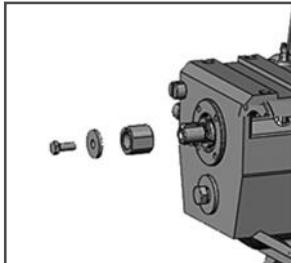

Рис. 3 Демонтаж защитной прокладки
- Снять защитную прокладку вала отбора мощности (Рис.3).